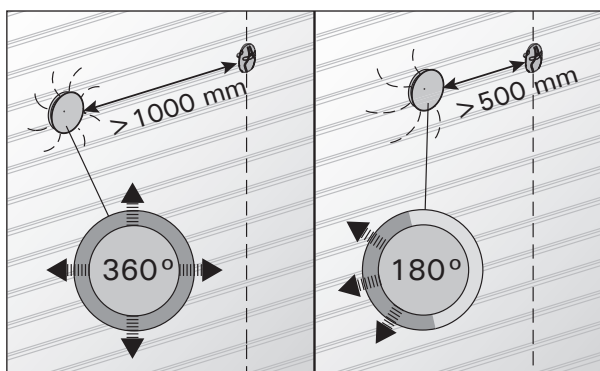

Рисунок 5. Минимальное расстояние между датчиком и вентилятором
**Внимание!** Не устанавливайте датчик на расстоянии менее 1000 мм от ненаправленного вентилятора или на расстоянии менее 500 мм от вентилятора, действующего в направлении от датчика. См. рис. 5. Поток воздуха вблизи датчика охлаждает датчик и приводит к неточности показаний устройства управления. В результате возможен перегрев ИК-излучателей.